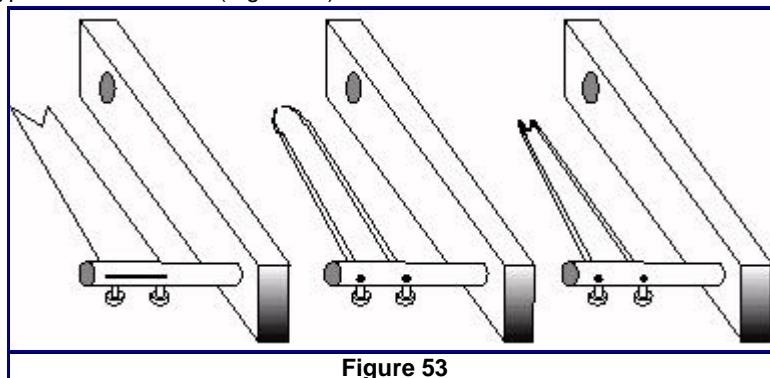

Figure 53
- Pour le tir au **déclencheur mécanique**, minimisant le **flambage latéral**, il est préféré des repose-flèche du type « Pace-setter ». (Figure 53)